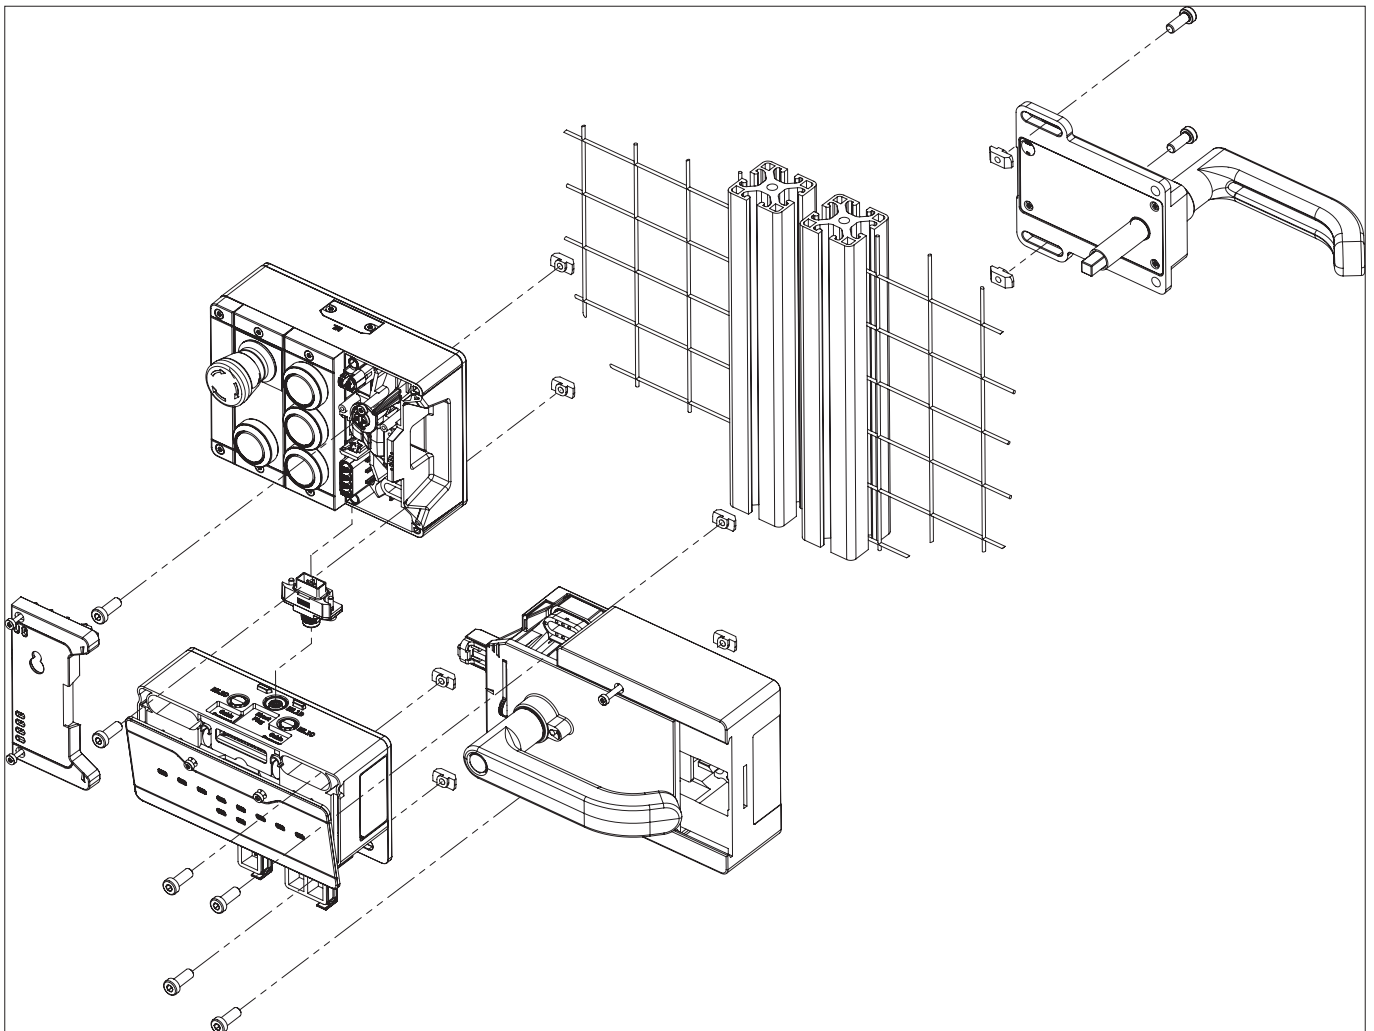
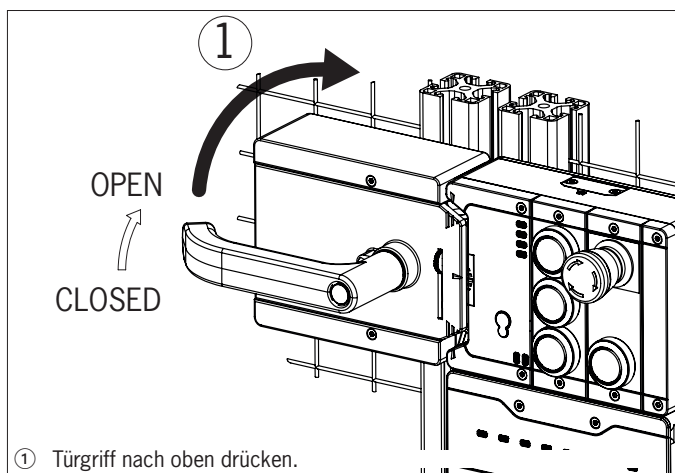
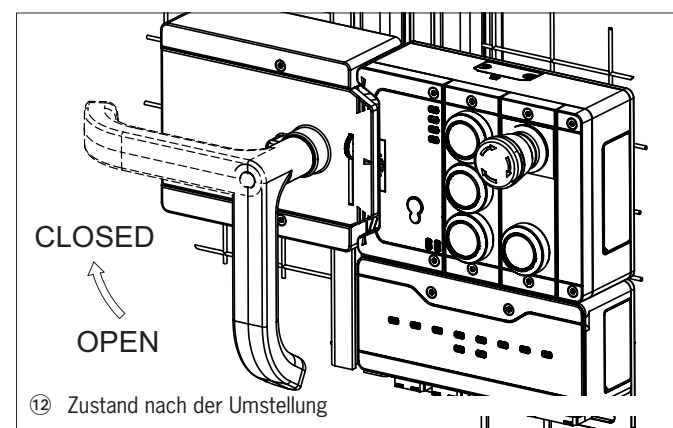

Bild 9: Montagebeispiel für rechts angeschlagene Tür (Übersichtsdarstellung)
Bild 11: Betätigungsrichtung umstellen, Schritt ①
Bild 16: Betätigungsrichtung umstellen, Endzustand
- › Achse der Fluchtentriegelung im rechten Winkel zum Griffmodul ausrichten. Siehe *Bild 9*.
- › Achten Sie bei der Montage auf die korrekte Ausrichtung. Verwenden Sie die Ausrichthilfen am Gehäuse des Verriegelungs-/Zuhaltemoduls und am Gehäuse des Griffmoduls (siehe *Bild 9*).
Montageschritte siehe *Bild 9* und *Bild 11* bis *Bild 16*.
- › Für links angeschlagene Türen wird das System umgedreht montiert. D.h. die Schutzeinrichtung öffnet, indem man den Türgriff nach oben drückt (siehe *Bild 11*). Daher muss die Betätigungsrichtung des Türgriffs umgestellt werden (siehe *Bild 11* bis *Bild 16*).